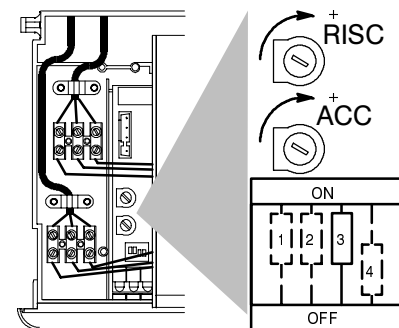

fig. 7.5
- 1 Agire con un cacciavite appropriato sul potenziometro di regolazione "RISC" fig. 7.5 Ruotando il potenziometro in senso antiorario la pressione del gas al bruciatore diminuisce.
- 7 Verificare che l'accensione del bruciatore avvenga in modo uniforme ed eventualmente tarare il livello dell'accensione. Per tarare l'accensione spostare il micro selettore "3" fig. 7.5 in posizione OFF ed agire sul potenziometro "ACC" con un cacciavite appropriato fino a ottenere un'accensione corretta (consultare la tab. 7.4). Ad operazione terminata riposizionare il micro selettore "3" in posizione ON.